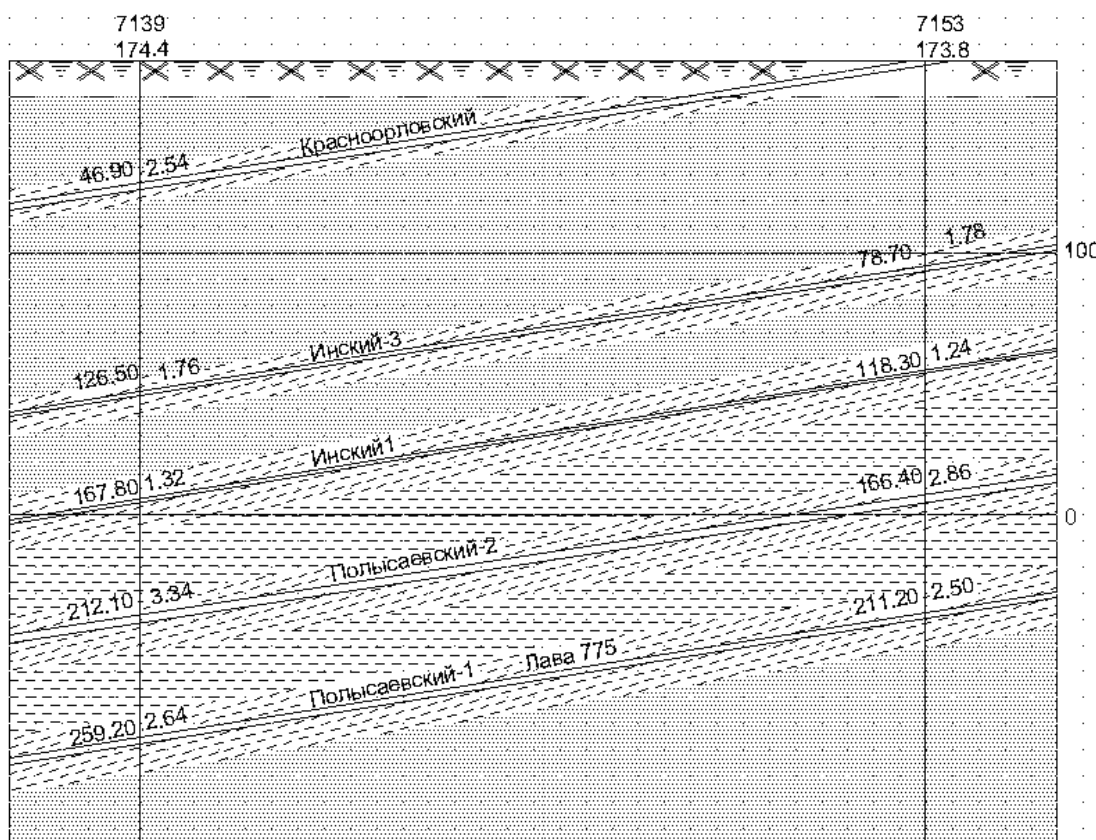

Рис. 51. Пример построения геологического разреза
3. Скважину № 7139 расположите произвольно, скважину № 7153 расположите правее на расстоянии $L=300м+n$, где n – номер варианта (рис. 51). Отметки устья скважин принять: